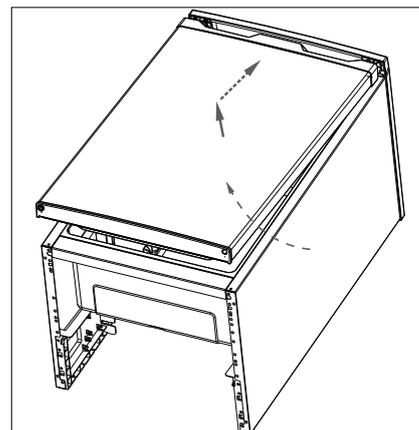

Abb. 11
- ▶ Setzen Sie die Gefrierraumtür wieder auf den Gefrierraum, indem Sie die Gefrierraumtür von unten leicht schräg nach oben schieben (Abb. 11). Achten Sie dabei darauf, dass der Scharnierzapfen des oberen Scharniers in der Scharnierbuchse an der Gefrierraumtüroberseite sitzt und die Dichtung richtig mit dem Gehäuserand abschließt.